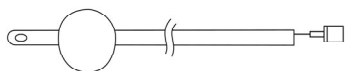

図 4
- (5)(4)で改善されない場合、インフレーションルーメンに細い鋼線を挿入する (図 4)。